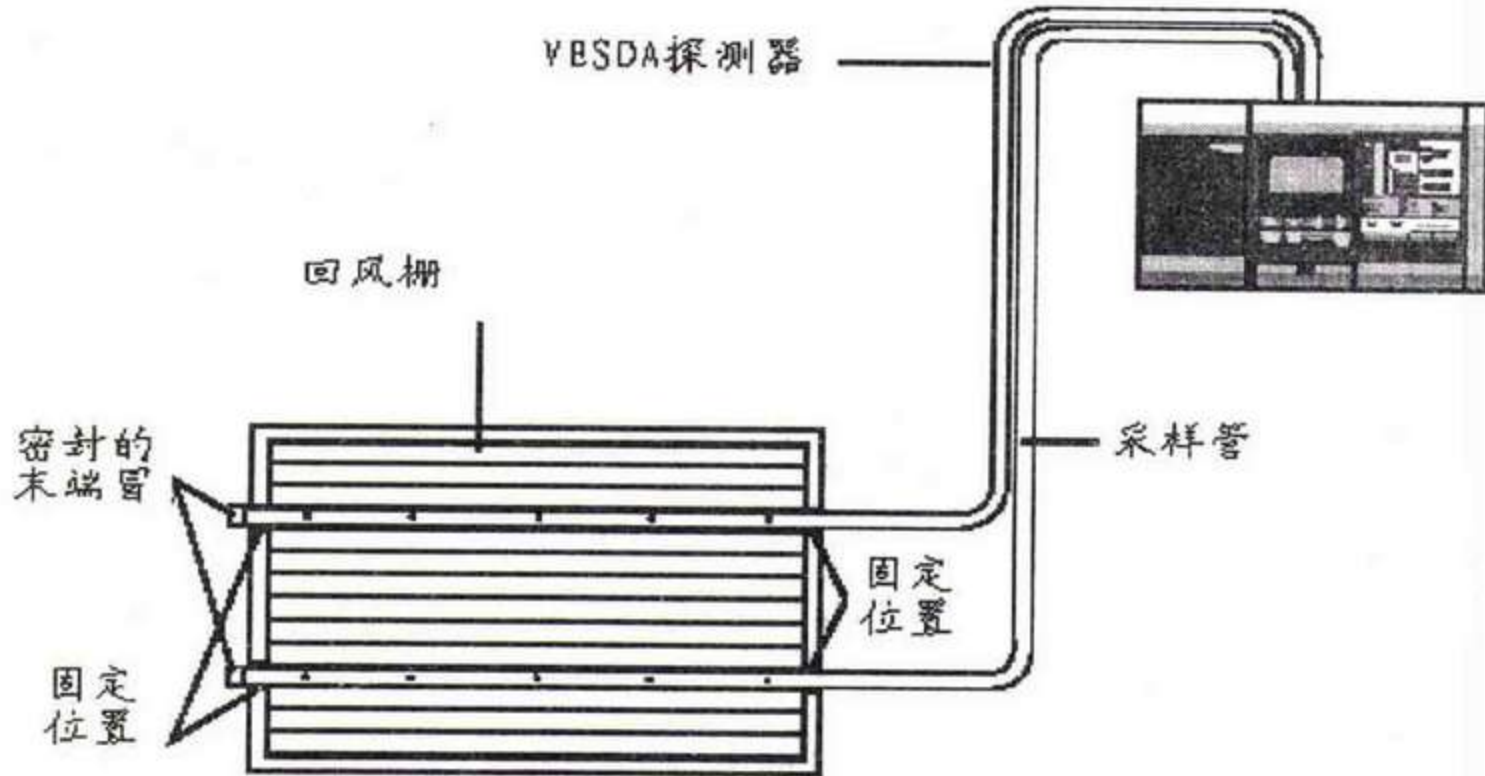

图 26 : 回风格栅采样
4. 较大的格栅要求至少两根采样管以覆盖整个面积，如图 26 所示。